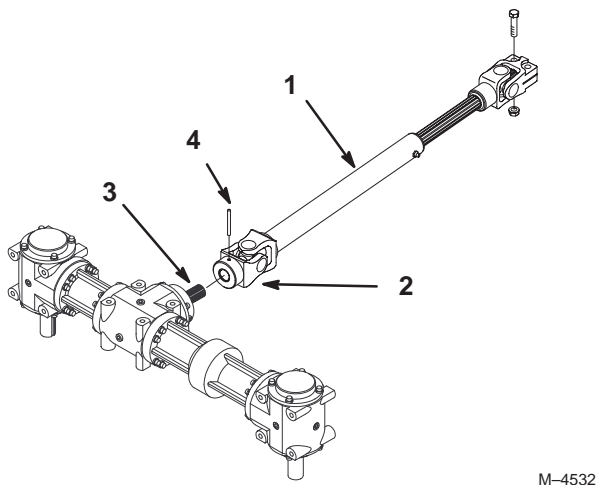

Figure 26
13. Enfoncez la goupille cylindrique dans le trou de l'arbre de transmission de la PdF pour le séparer de l'arbre du boîtier d'engrenages (Fig. 26).